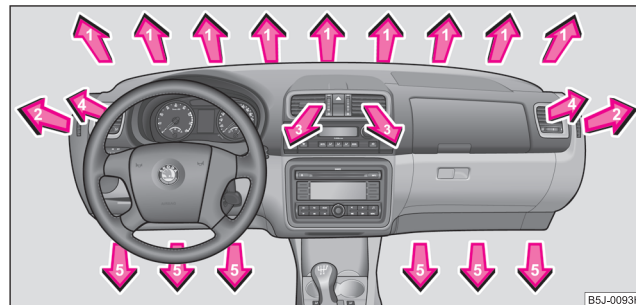

Fig. 97 Gurile de ventilație a aerului
- Reglați gurile de ventilație 3 și 4 astfel încât curentul de aer să fie îndreptat ușor în sus ⇒ pagina 108, fig. 97.
- Reglați gurile de ventilație 3 și 4 ⇒ pagina 108, fig. 97 astfel încât curentul de aer să fie îndreptat ușor în sus.
⇒ pagina 108, fig. 97 se pot deschide și închide separat. ■